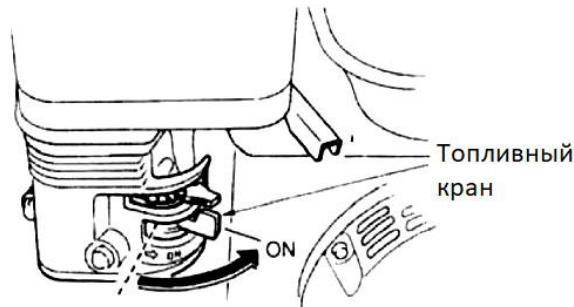

Рисунок 11
- 4.1 Переведите топливный кран в положение «ON» (рисунок 11)